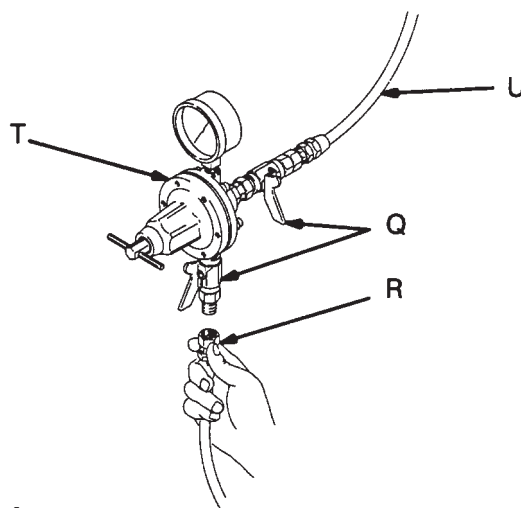

Fig. 4
- En cas d'utilisation d'une pompe à membrane pour délivrer la colle à plusieurs pistolets, on peut utiliser un régulateur de produit (T) pour contrôler la pression d'alimentation en produit de chaque pistolet. Voir la fig 4
- B. Raccorder l'autre extrémité du flexible produit (R) à une ligne d'alimentation en produit régulé (U) ou à un réservoir sous pression (P). Voir la Fig. 4 ou le schéma d'Installation type à la page 6.
REMARQUE: Sur la Fig. 4 sont illustrés le régulateur de produit (T) et les robinets d'arrêt de produit (Q) montés sur la ligne d'alimentation en produit (U).
- B. Raccorder l'autre extrémité du tube produit (M) à la ligne d'alimentation en produit ou au réservoir sous pression. Voir la Fig. 4 ou le schéma d'Installation type à la page 6.